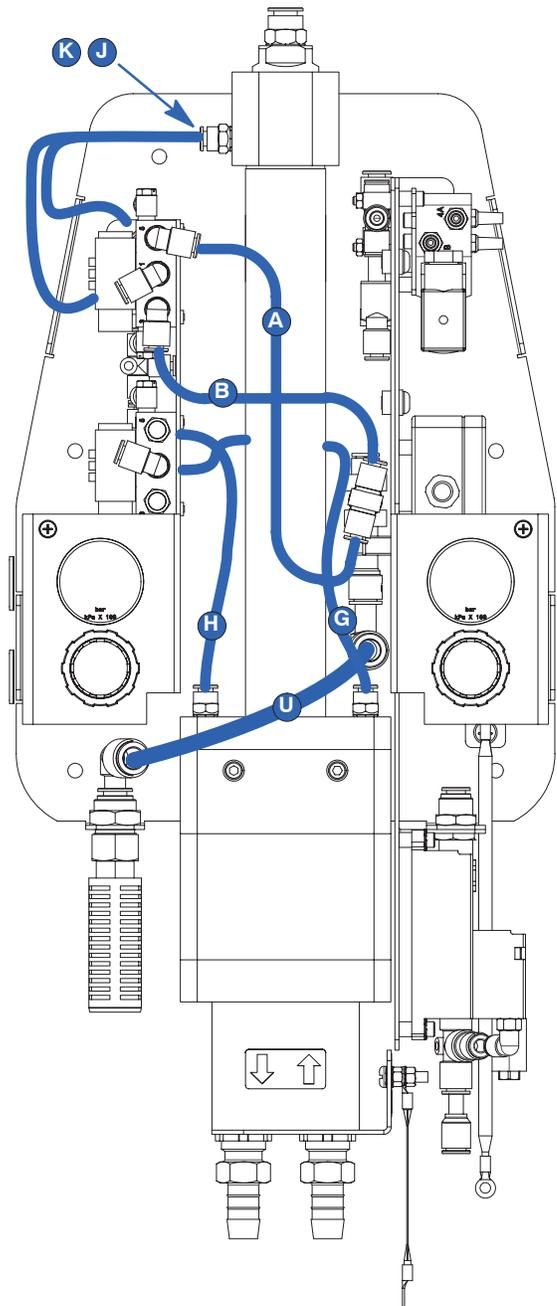
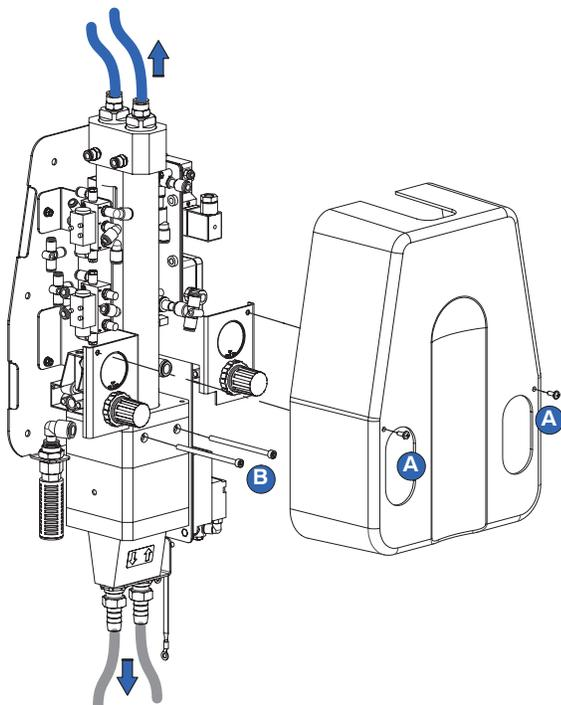

Abbildung 11 Trennen der Luftschläuche
Abbildung 10 Entfernen der Baugruppe Pumpe
1. Siehe Abbildung 10. Die Spülluftleitungen oben von der Pumpe abnehmen.
3. Die beiden Schrauben (A) entfernen und die Abdeckung von der Pumpe abnehmen.
4. Siehe Abbildung 11. Ein Ende jedes der angegebenen sieben Luftschläuche lösen.
HINWEIS: Die Buchstaben in Abbildung 11 entsprechen den Buchstaben in Schlauchverbindungen auf Seite 27.
5. Siehe Abbildung 10. Die beiden Schrauben (B) entfernen, mit denen die Pumpenbaugruppe am Sockel befestigt ist. Die Pumpenbaugruppe auf eine saubere Arbeitsfläche legen.